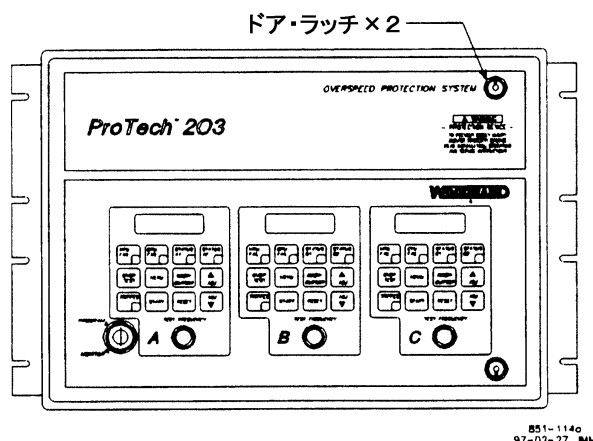

図 5-1. ProTech 203 の正面パネル
2. 正面のドアを開けるには、2つのドア・ラッチを(反時計回り)に回してください。(図 5-1 を参照)